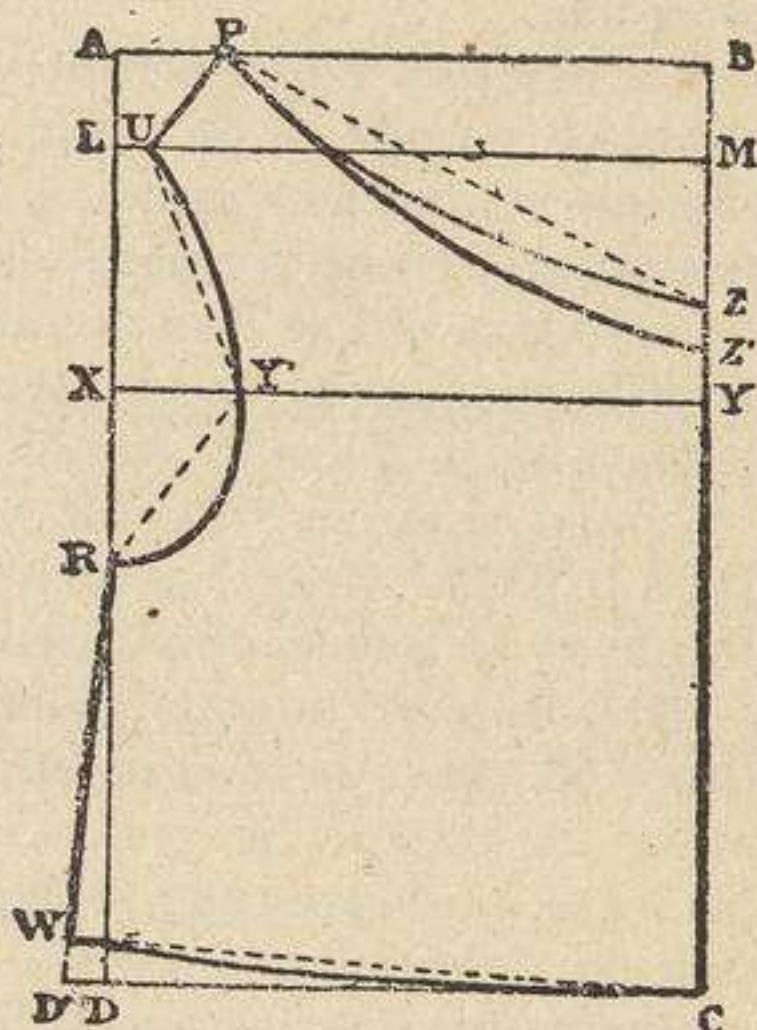

Fig. 146 ( $\frac{1}{5}$  del tamaño real).
**Rectángulo ABCD.**—Se traza un rectángulo ABCD (fig. 146) que tenga 22 cms. de alto y 14 de ancho.